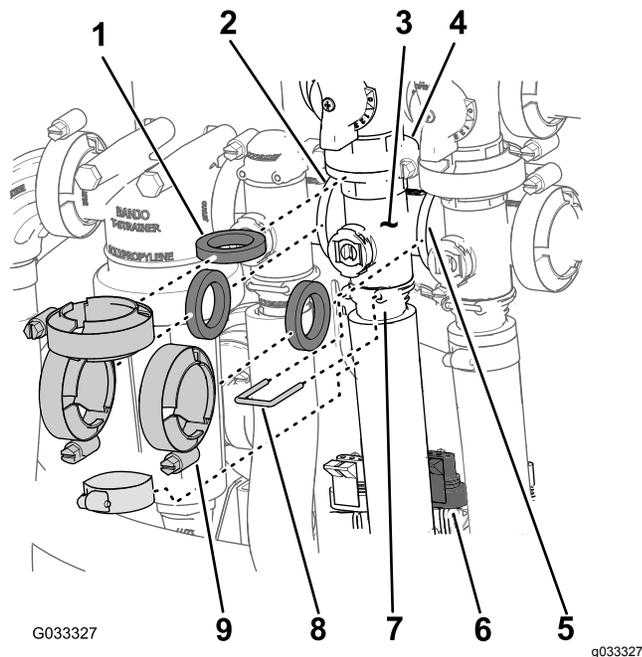

图64
1. 取下将搅拌阀歧管图64固定至搅拌旁通阀、喷洒率控制阀、主喷洒臂阀以及安装座接头搅拌节流阀的夹具和垫片。
2. 拆下将出口接头固定至搅拌阀歧管的卡环图64。